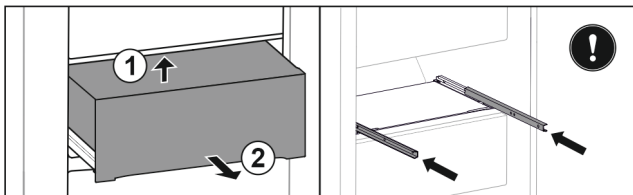

Fig. 114
- ▶ Повдигнете чекмеджето отдолу отзад. Fig. 114 (1)
- ▶ Извадете чекмеджето напред. Fig. 114 (2)